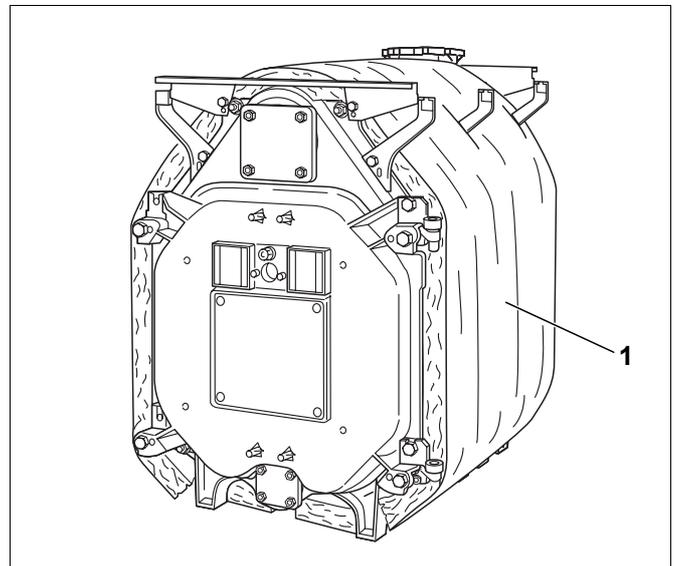
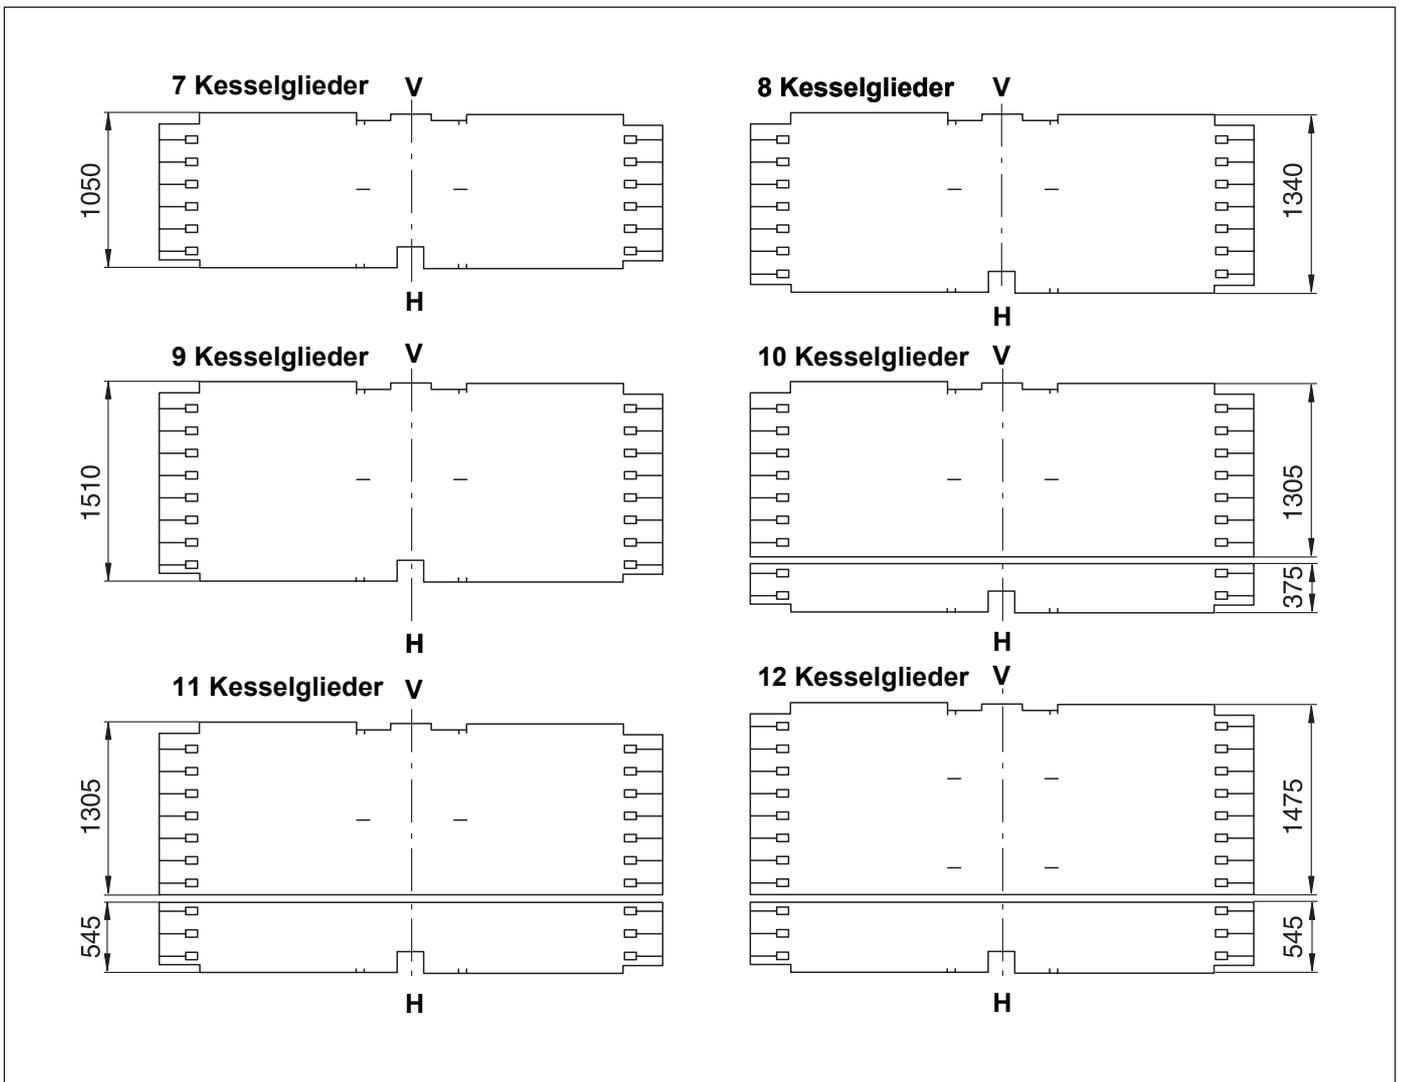

Bild 41 Kesselblock mit Wärmeschutz
Bild 42 Wärmeschutz für die verschiedenen Kesselgrößen (Maße in mm)
- ▶ Der mitgelieferte Wärmeschutz (Bild 41, **Pos. 1**) entspricht der Kesselgröße. Der Wärmeschutz ist nach dem in Abbildung 42 dargestellten Schema auf dem Kesselblock anzuordnen (die Ziffern über dem ausgebreitet dargestellten Wärmeschutz entsprechen der Anzahl der Kesselglieder).